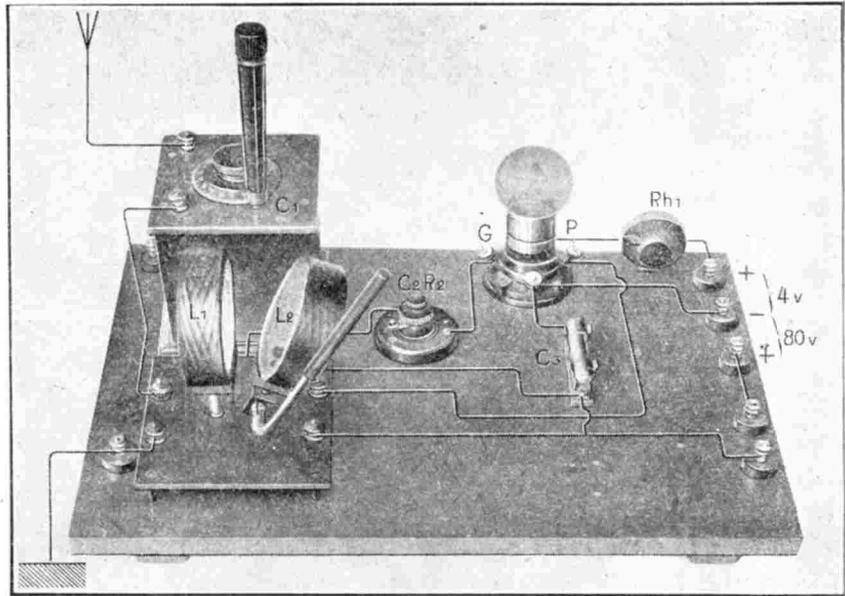

Fig. 1. — Montage sur table simple.
(1). On réalise immédiatement un montage de ce genre en disposant sur une planchette horizontale tous les éléments du montage, et en exécutant toutes les connexions avec du fil isolé. Seules quelques bornes fixes servent à l'alimentation à la connexion du collecteur d'ondes et des écouteurs téléphoniques (fig. 1).